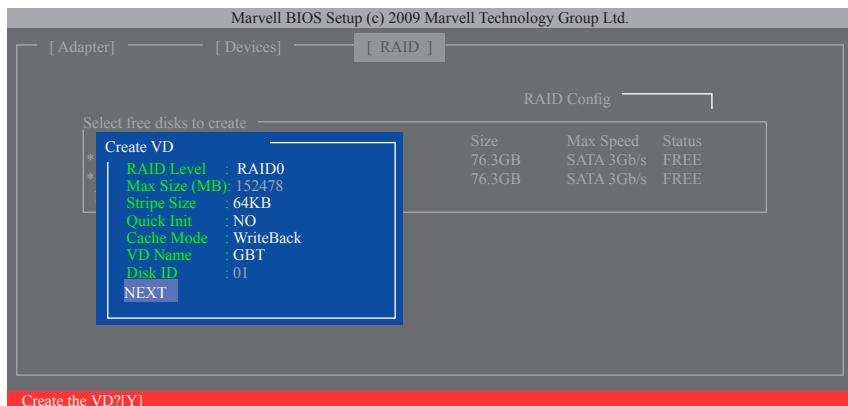

図 8
6. NEXT: 上の設定を完了した後、NEXTに移動して<Enter>を押しアレイの作成を開始します。確認を求められたら、<Y>を押して確認するか<N>を押してキャンセルします(図 8)。